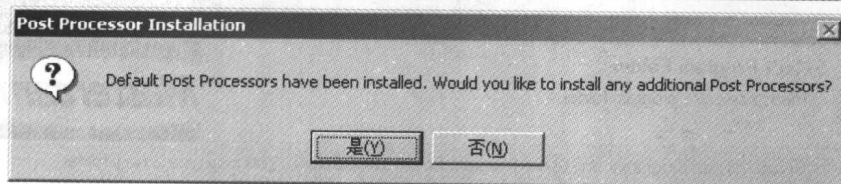

图 1-10 提示对话框
10. 安装完成后，系统显示一个提示对话框，如图 1-10 所示。提示是否安装其他的后置处理器，如果是的话，单击该对话框中的【Yes】按钮，然后按前面类似的安装步骤进行安装，直至后置处理器安装完毕。